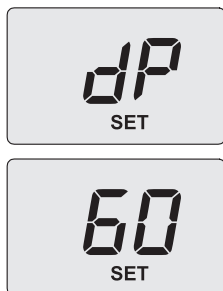

Figura 9.14
- Utilizzare i tasti 14 o 15, sul display LCD le lettere **dP** si alternano con il valore di temperatura dell'acqua di riscaldamento (es. **60**) e compare la scritta "**SET**", indicanti l'entrata nell'attivazione della "funzione spazzacamino" alla potenza massima in sanitario (Figura 9.14);